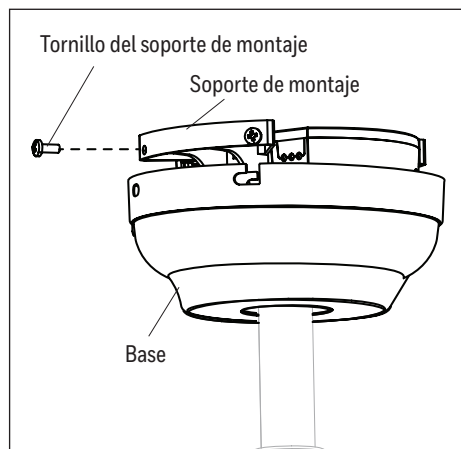

Figure 5.2
2. Levante la base, asegúrese de que los dos tornillos del montaje de soporte estén alineados con las ranuras en forma de J en la base. Luego gire la base en dirección de las manecillas del reloj hasta que los tornillos del soporte de montaje estén completamente enganchados en las ranuras en forma de J. Instale los dos tornillos del soporte de montaje que extrajo anteriormente, en los orificios circulares. Apriete bien todos los tornillos del soporte de montaje (Figure 5.2).